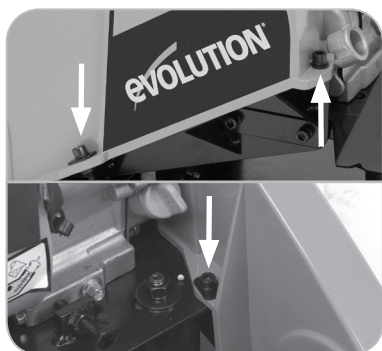

Fig. 18
- Retire la guarda de protección de la correa retirando los tres (3) tornillos de cabeza hueca (**Fig. 18**) usando una llave hexagonal y una llave (no suministrada) y almacénela de forma segura para su uso futuro.